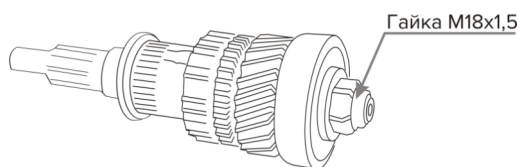
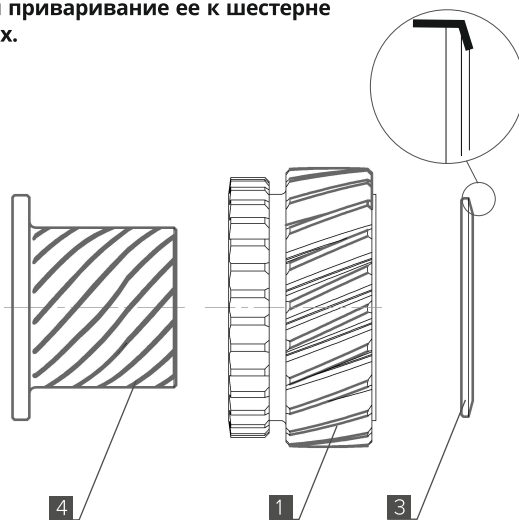

Рис. 5
Рис. 7
2. Установите кольцо втулки [3], расположив его плоской стороной к шестерне пониженной передачи [1], а фаской – к подшипнику (Рис. 7).
3. Установите втулку [4], расположив ее упорным буртиком к упорному торцу входного вала. Кольцо [3] ставится со стороны подшипника (см. рис.7). Затяните гайку М18х1,5 крепления заднего подшипника ведущего вала моментом **30...35 Н·м** и закерните от раскручивания, (см. рис. 5)